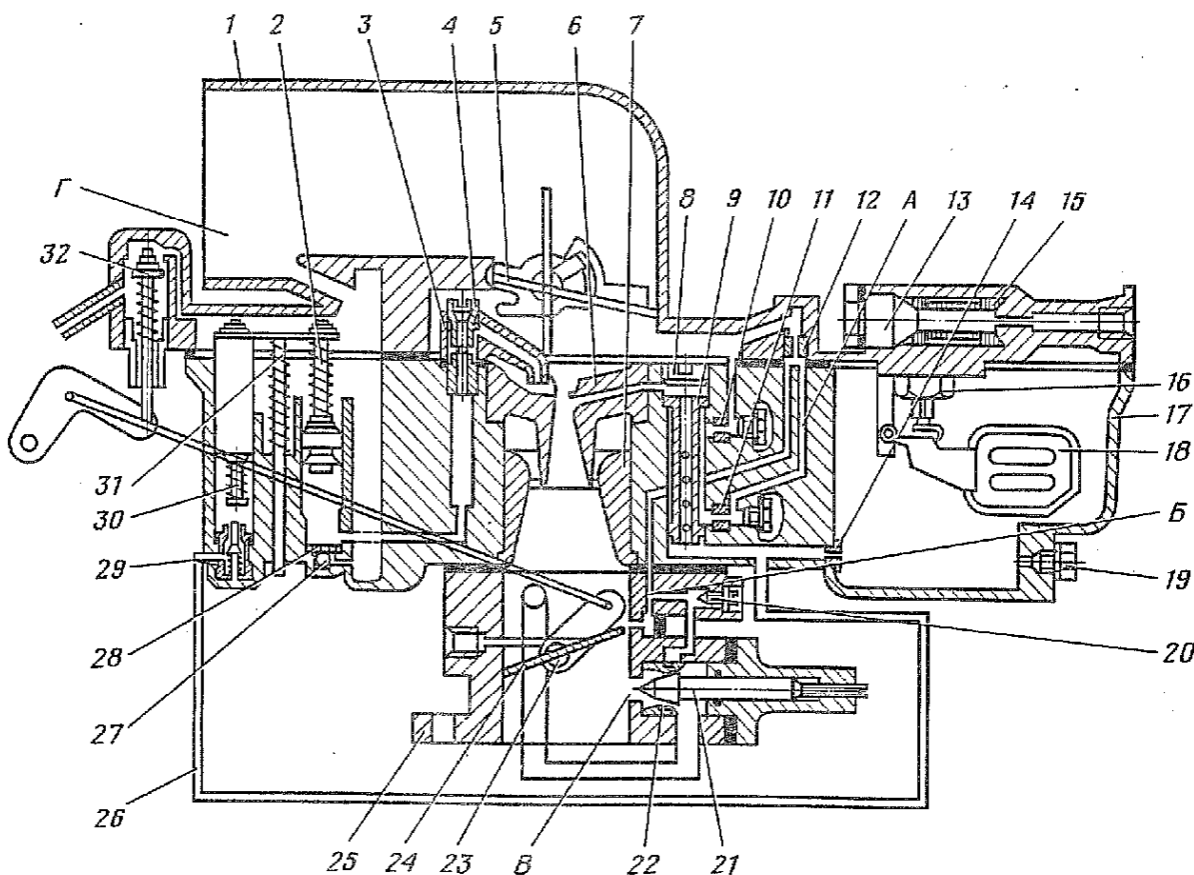

Рис. 118. Схема карбюратора К-133А:
1.5.5. Вывернуть пробку 13 (рис. 118) фильтра 15, снять уплотнительную прокладку и топливный фильтр (ключ 19).
1.6.1. Вывернуть топливоподводящий винт 4 (рис. 118), снять распылитель 3 ускорительного насоса и уплотнительную прокладку.
1.6.5. Вывернуть топливный жиклер 11 (рис. 118) системы холостого хода и воздушный жиклер 10 главной системы (отвертка для жиклеров).
1.7.6. Спилить обжатые концы винтов 23 (рис. 118) крепления дроссельной заслонки 24, вывернуть винты, отсоединить дроссельную заслонку от оси и вынуть ось дроссельной заслонки из корпуса смесительной камеры карбюратора (тиски 1-150, накладки для губок тисков, напильник, отвертка 150×0,5).
3.1. Собрать корпус 25 (рис. 118) смесительной камеры.
3.2.2. Установить обратный клапан 27 (рис. 118) ускорительного насоса и стопорное кольцо 28 обратного клапана (отвертка 150×0,5).
3.2.8. Установить в корпус поплавковой камеры малый 6 (рис. 118) и большой 7 диффузоры.
3.3. Собрать крышку 1 (рис. 118) поплавковой камеры.
3.3.1. Установить в крышку поплавковой камеры рычаг 3 (рис. 116) с осью воздушной заслонки в сборе с телескопической тягой 4, рычагом 2 и пружиной, концы которой завести в предназначенные для них отверстия; установить на ось воздушную заслонку 5 (рис. 118) и, совместив крепежные отверстия, ввернуть винты крепления воздушной заслонки со специальными шайбами. Обжать выступающие концы винтов (отвертка 150×0,5, плоскогубцы 150).